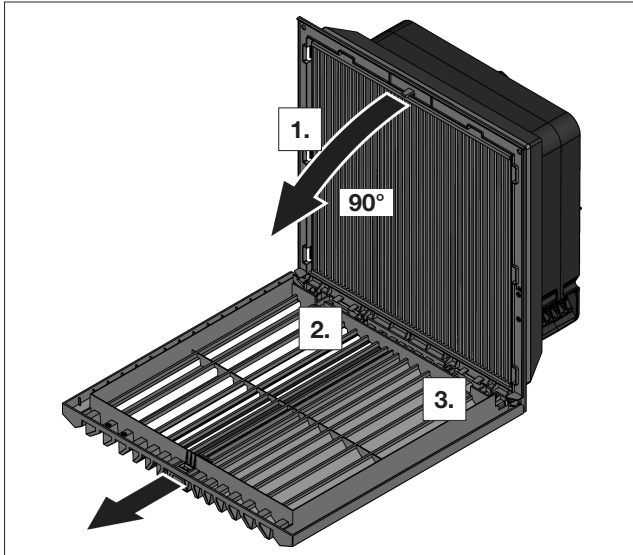

Fig. 2: Rimozione e rimontaggio della griglia di aerazione
- Per realizzare le forature nella parte inferiore, la griglia deve essere rimossa come indicato nella fig. 2. A tal fine, allentare prima un lato incernierato e poi l'altro.